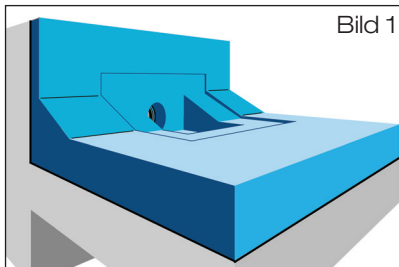

Bild 1
- 5.1.1 Wanddurchbruch nach Tabelle 1 erstellen (Bild 1).
- 5.4.1 Wärmedämmplatten verlegen. Konturen des Dachablaufs in Wärmedämmung einarbeiten (Bild 1). Der Festflansch des Dachablaufs soll gemäß Flachdachrichtlinien oberflächenbündig in die Unterlage eingelassen werden.